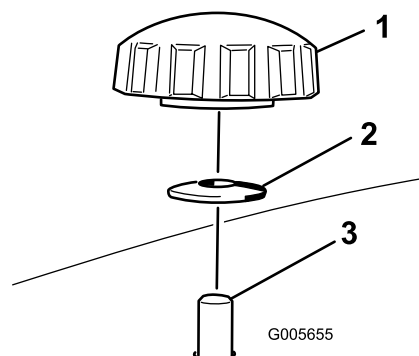
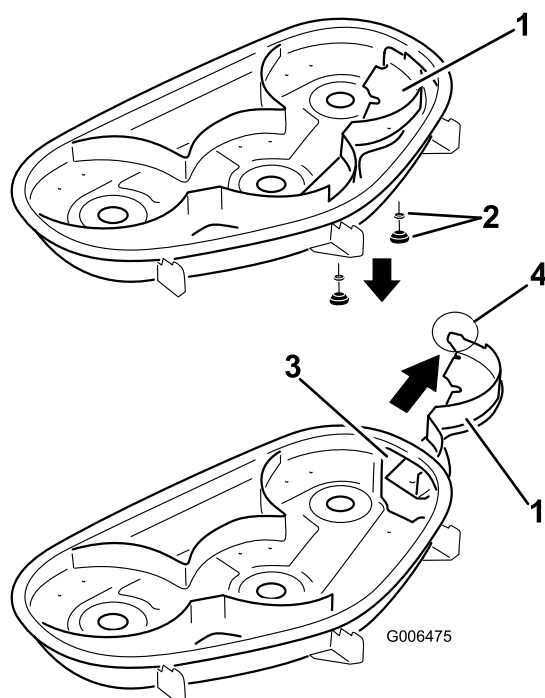

Figura 31
Figura 32
4. Retire los 2 pomos y las arandelas curvas que sujetan el deflector derecho al cortacésped, según se muestra en Figura 31.
5. Retire el deflector derecho y baje el deflector de hierba sobre el orificio de descarga, según se muestra en Figura 32 y Figura 31.
5. Coloque el deflector derecho debajo de la carcasa de corte y fíjelo usando 2 pomos y arandelas curvas (cara ahuecada hacia el cortacésped) según se muestra en Figura 31 y Figura 32.